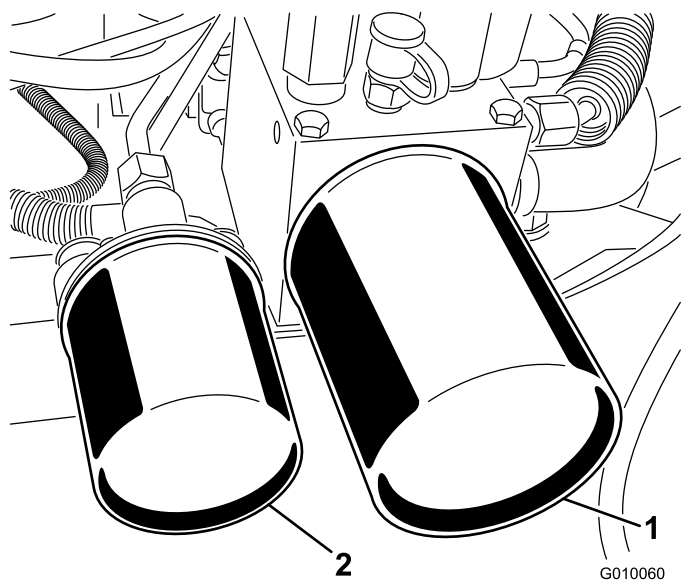

図 59
2. フィルタの下に容器を置き、フィルタを外し、フィルタアダプタのガスケット部をきれいに拭く (図 59)。